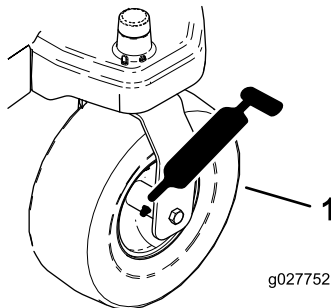
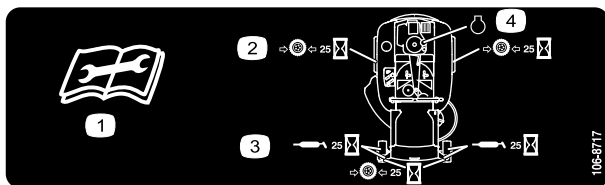

Bild 37
Bild 38
3. Reinigen Sie die Schmiernippel (Bild 37 und Bild 38) mit einem Lappen.
4. Setzen Sie die Fettpresse nacheinander an allen Nippeln an (Bild 37 und Bild 38).